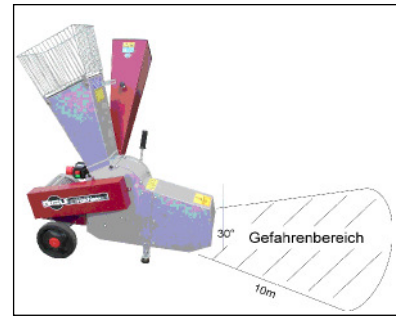

Bild 5
**Achtung!** Der Aufenthalt von Personen im Gefahrenbereich der Maschine ist verboten (siehe „Bild 5“).